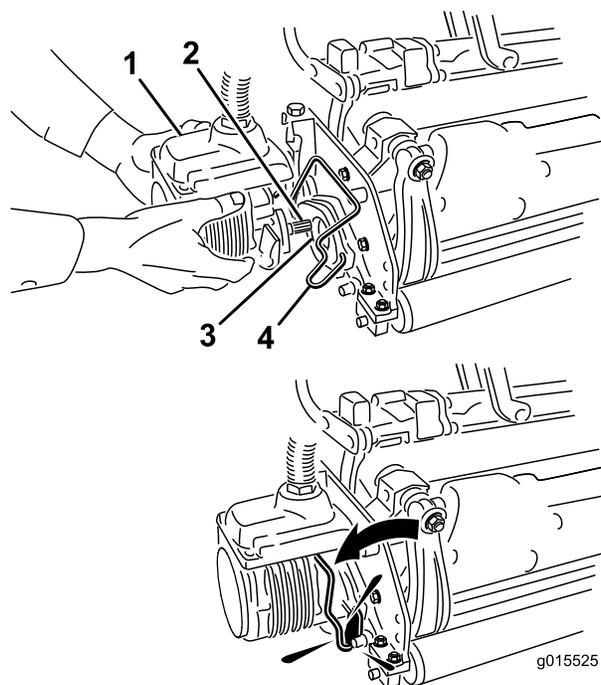

Рисунок 38
6. Нанесите на шлицевой вал электродвигателя режущего блока чистую консистентную смазку (**Рисунок 38**).
7. Вставьте электродвигатель в левую сторону режущего блока (если смотреть со стороны оператора) и вытягивайте фиксатор электродвигателя на режущем блоке в сторону электродвигателя до тех пор, пока не послышится щелчок с обеих сторон электродвигателя. (**Рисунок 38**).